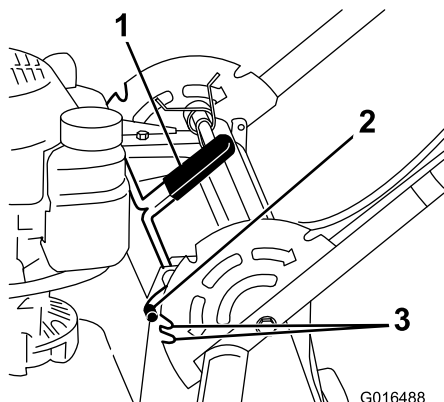

Figura 18
1. Puxe a alavanca de bloqueio da pega para trás para libertar os pinos de bloqueio (Figura 18).
2. Rode a pega e alinhe o entalhe pretendido no suporte da pega aos pinos de bloqueio; consulte Figura 18.